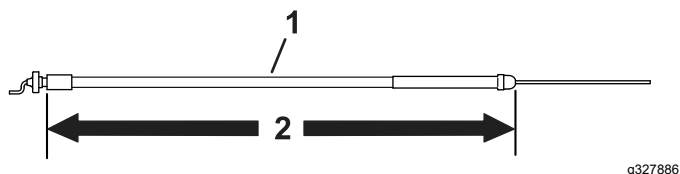

Рисунок 8
- Используйте трос дроссельной заслонки длиной 172,2 см для тяговых блоков моделей 04035, 04037, 04056 или 04060; см. Рисунок 8.